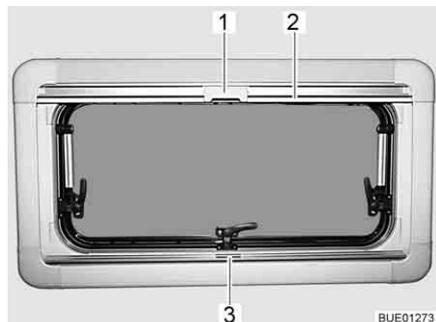

Fig. 73 Fenêtre projetante
- Saisir le dispositif occultant plissé par le centre de la barre-poignée (Fig. 73,3), le tirer du bas vers le haut et le relâcher à la hauteur voulue. Le dispositif occultant plissé reste alors à cette hauteur.
- Tirer la moustiquaire par la barre-poignée (Fig. 73,2) vers le bas jusqu'à ce qu'elle entre en contact avec celle du dispositif occultant plissé (Fig. 73,3).
- Verrouiller le cran (Fig. 73,1) de la moustiquaire avec la barre-poignée du dispositif occultant plissé.
- Presser le cran (Fig. 73,1) en haut de la moustiquaire vers l'arrière.
- Ramener lentement la moustiquaire en arrière au moyen de la barre-poignée (Fig. 73,2).